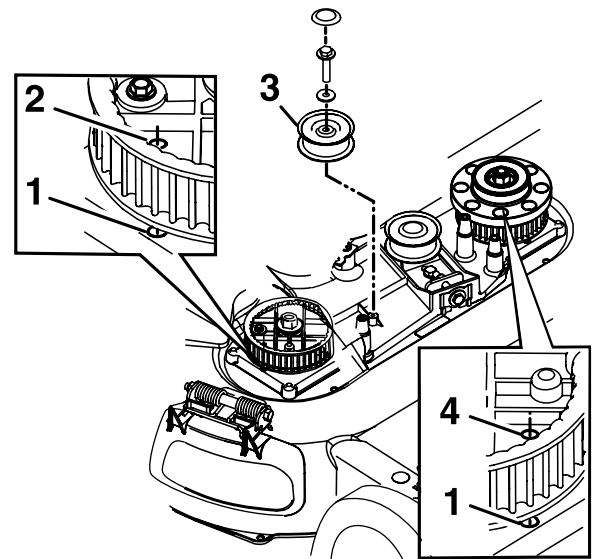

Figura 41
8. Retire la polea tensora fija y los herrajes (Figura 41).
- Alinee los taladros de los piñones de la izquierda y de la derecha con los taladros de la carcasa, según se muestra en Figura 41.